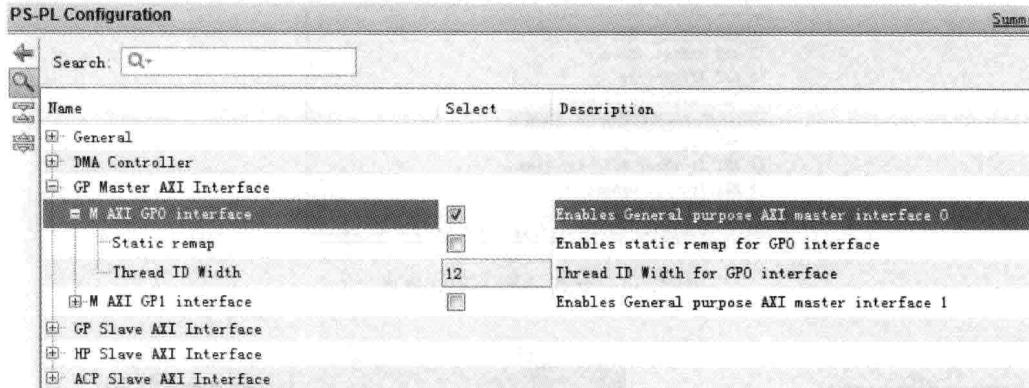
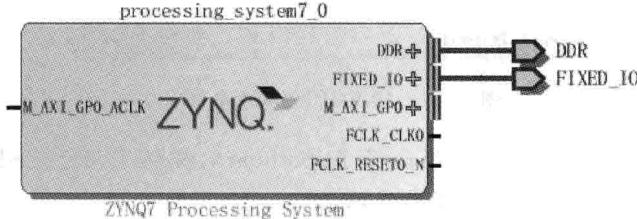

图 4.31 AXI 模块配置界面
图 4.32 新的 ZYNQ 符号界面
(4) 如图 4.31 所示, 出现 PS-PL Configuration 界面。在该界面中, 选中 AXI GP0 interface 后面的复选框。此外, 可以展开 M AXI GP0 interface, 查看其参数配置。
(5) 展开图 4.31 内的 General→Enable Clock Resets 条目。在展开项中, 选中 FCLK\_RESET0\_N 后面的复选框。
(6) 选择页面左侧的 Clock Configuration 标签。在右侧窗口中, 找到并展开 PL Fabric Clock。在展开项中找到并选中 FCLK\_CLK0 后面的复选框(设时钟所对应的频率为 100MHz)。
(7) 单击 OK 按钮。
(8) 如图 4.32 所示, 可以看到新添加了 M\_AXI\_GP0 端口, 还新添加了 M\_AXI\_GP0\_ACLK、FCLK\_CLK0 和 FCLK\_RESET0\_N 端口。